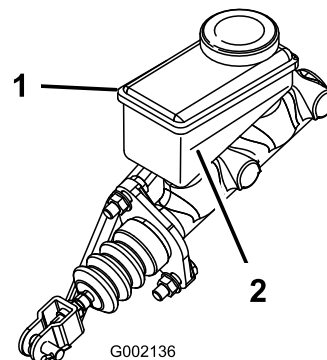

**Figura 17**
2. Rimuovete il tappo in gomma al centro e sopra il cruscotto per accedere al cilindro del freno principale e al serbatoio (Figura 17).
- A. Pulite l'area intorno al tappo del serbatoio e togliete il tappo (Figura 17).
- C. Montate il tappo sul serbatoio (Figura 17).